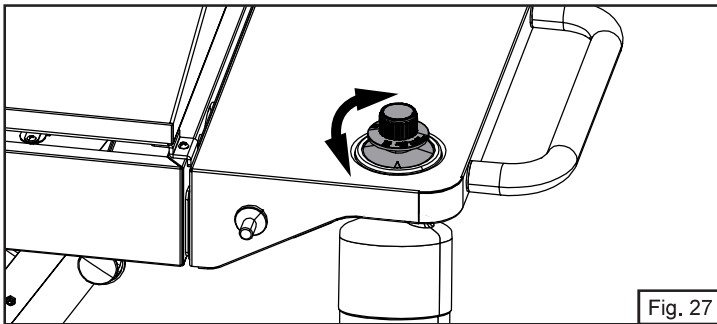

Fig. 27
2. Réglez la flamme avec le boutons de commande (Fig. 27).